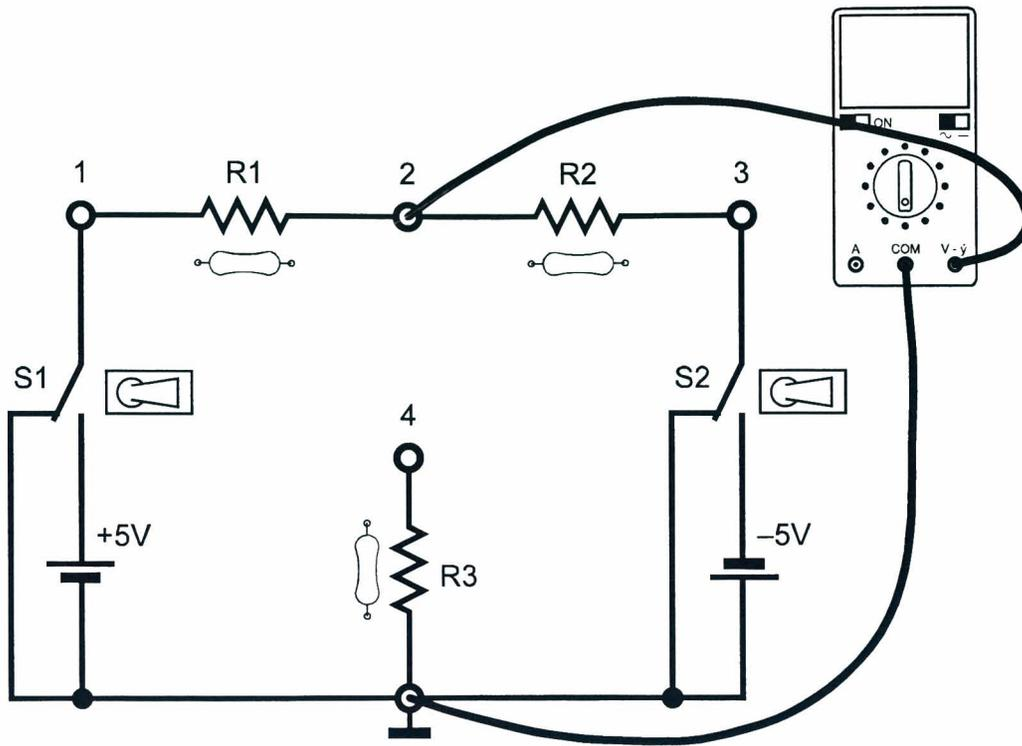

Fig. 5.2b
12. medir con el multímetro, usado como ohmiómetro, la resistencia equivalente  $R_e$  existente entre los puntos 2 y tierra (Fig. 5.2b) y anotar el valor en la tabla 5.2;